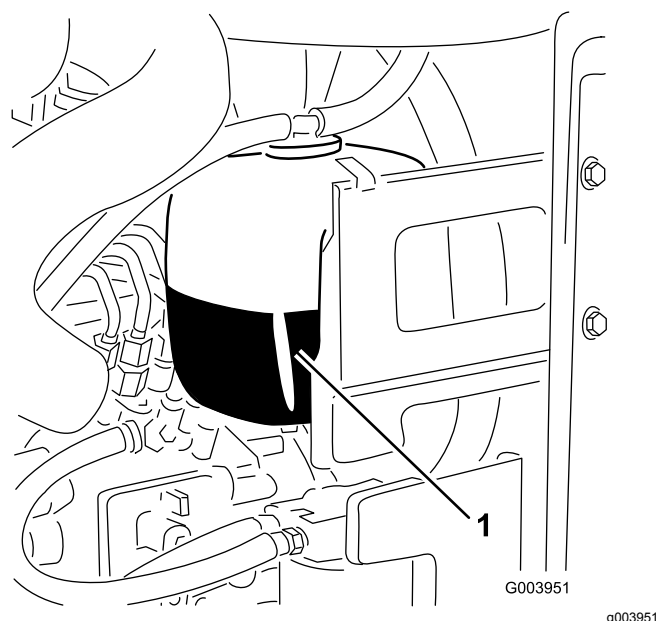

Figura 31
- Verifique o nível de líquido de arrefecimento do depósito secundário (Figura 31).